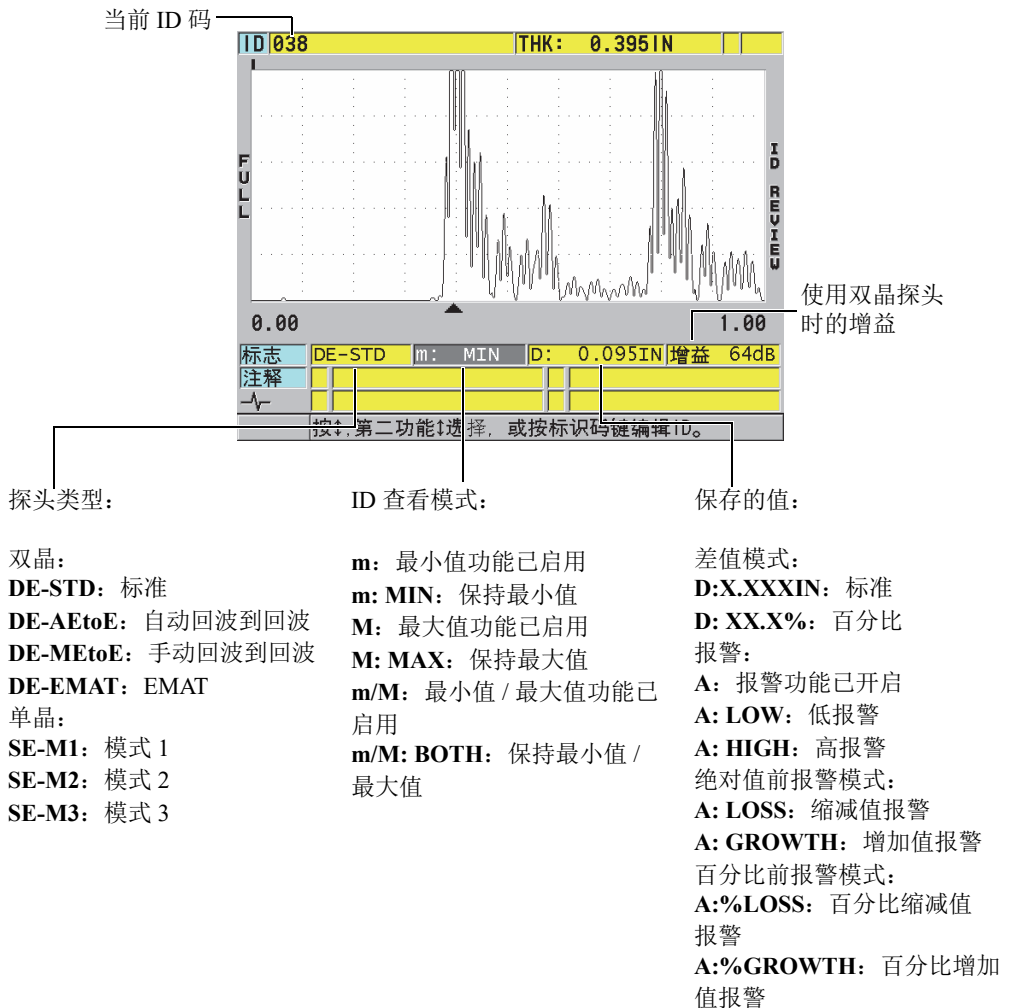

图 11-27 ID 查看屏幕的内容
第 203 页的图 11-27 为一个 ID 查看屏幕的示例，并对示例中的内容进行介绍。波形下方的区域列出了所显示的存储厚度值的状态标志。这些标志与仪器使用发送指令时所传输的状态词的单字母缩写相同（参阅第 245 页的“管理通讯和数据传输”）。
3. 在 ID 查看屏幕中（参见第 203 页的图 11-27）：